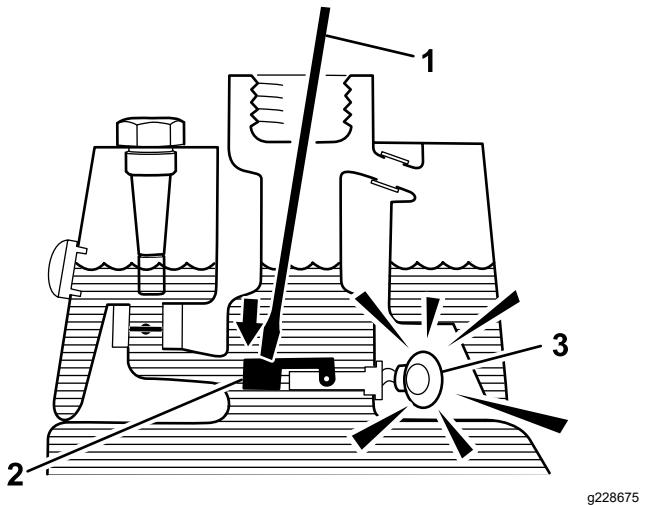

Figura 61
3. Introduzca una varilla o un destornillador limpio en el cuello del depósito y empuje hacia abajo, con cuidado, el flotador del sensor (Figura 61); debe sonar la alarma después de la demora de un segundo.